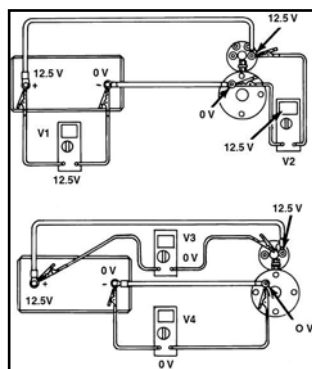

Рис. 1. Показания вольтметра при отсутствии электрического тока.
- обратная полярность при использовании цифрового вольтметра повлияет лишь на показатель, который будет отображаться со знаком «минус», в то время как использование аналогового вольтметра в условиях обратной полярности показаны схемы правильного использования вольтметра, а также указаны ожидаемые при данном использовании результаты измерений. На рис. 1 изображен вольтметр, подключенный к цепи без электрического тока, то есть при неработающем стартере.